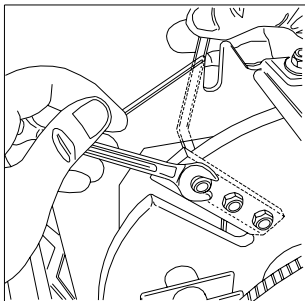

Fig. 12
A gauche du broyeur se trouve le levier de commande du crible (fig. 12); en cas d'engorgements , il faut manoeuvrer ledit levier en l'ouvrant complètement jusqu'à ce que les débris s'en échappent .
- Placer les clés dans les deux ouvertures (fig. 12) et enlever la lame .